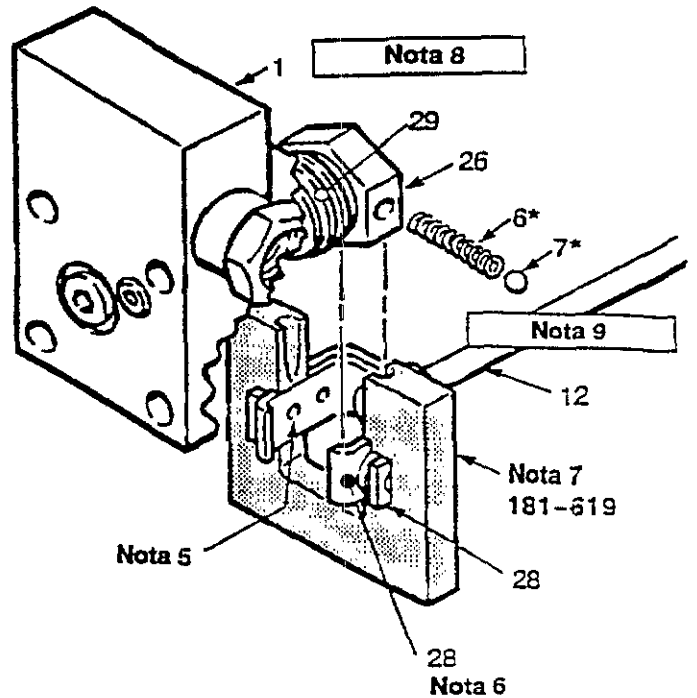

Fig 7-2
19. Deslizar el conjunto B en el centro de la herramienta. Alinear los orificios de expansión superiores de la abrazadera guía (28) con el eje de la herramienta. Ver Fig. 7-2.
20. Introducir el muelle (6*) y una bola (7*) en el tope de retención (26) de la válvula del conjunto A. Inclinarse el tope de retención de la válvula y comenzar a guiarlo en la herramienta, verificando que la bola se deslice en la muesca redondeada de la herramienta. Ubicar la otra bola en el otro extremo del muelle y empujarla con el pulgar al mismo tiempo que se hace girar el tope de retención (26) de la válvula hasta que el muelle esté en posición horizontal y que las bolas se encuentren en su lugar. Continuar manteniendo este conjunto. Ver Fig. 7.2.
21. Poner los pulgares sobre el tope de retención (26) de la válvula, tomar la parte inferior de la herramienta con los otros dedos y mantener los conjuntos estrechamente unidos. Cerciorarse de que las bolas (7*) se adaptan bien a la serie superior de los orificios de la abrazadera guía y que los extremos curvados de la abrazadera están bien metidos en la muesca de la camisa (29) de la válvula. Ver Fig. 7.2. Deslizar la herramienta sobre la varilla (12) para retirar.